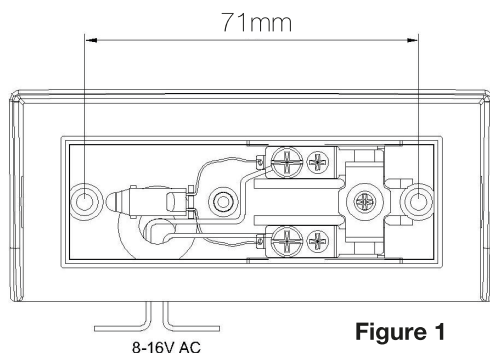

Figure 1
1. Positionnez votre bouton à l'endroit désiré puis marquez les 2 trous de fixation. (Figure 1)